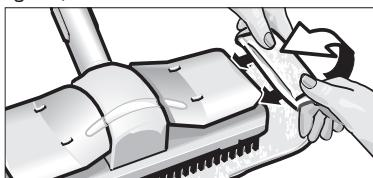

Fig. 12: Așezarea cărpei de șters
- Fixați cărpa de șters (H3) pe duza de curățare a podeelor (H1). Pentru aceasta, împărtiți cărpa de șters pe oată lungimea și aşezăți pe ea duza de curățare a podeelor. După aceea, trageți pe rând colțurile cărpei de șters, care ieșin afară, și prindeți-le sub clemele de fixare (H2) (vezi fig.12).